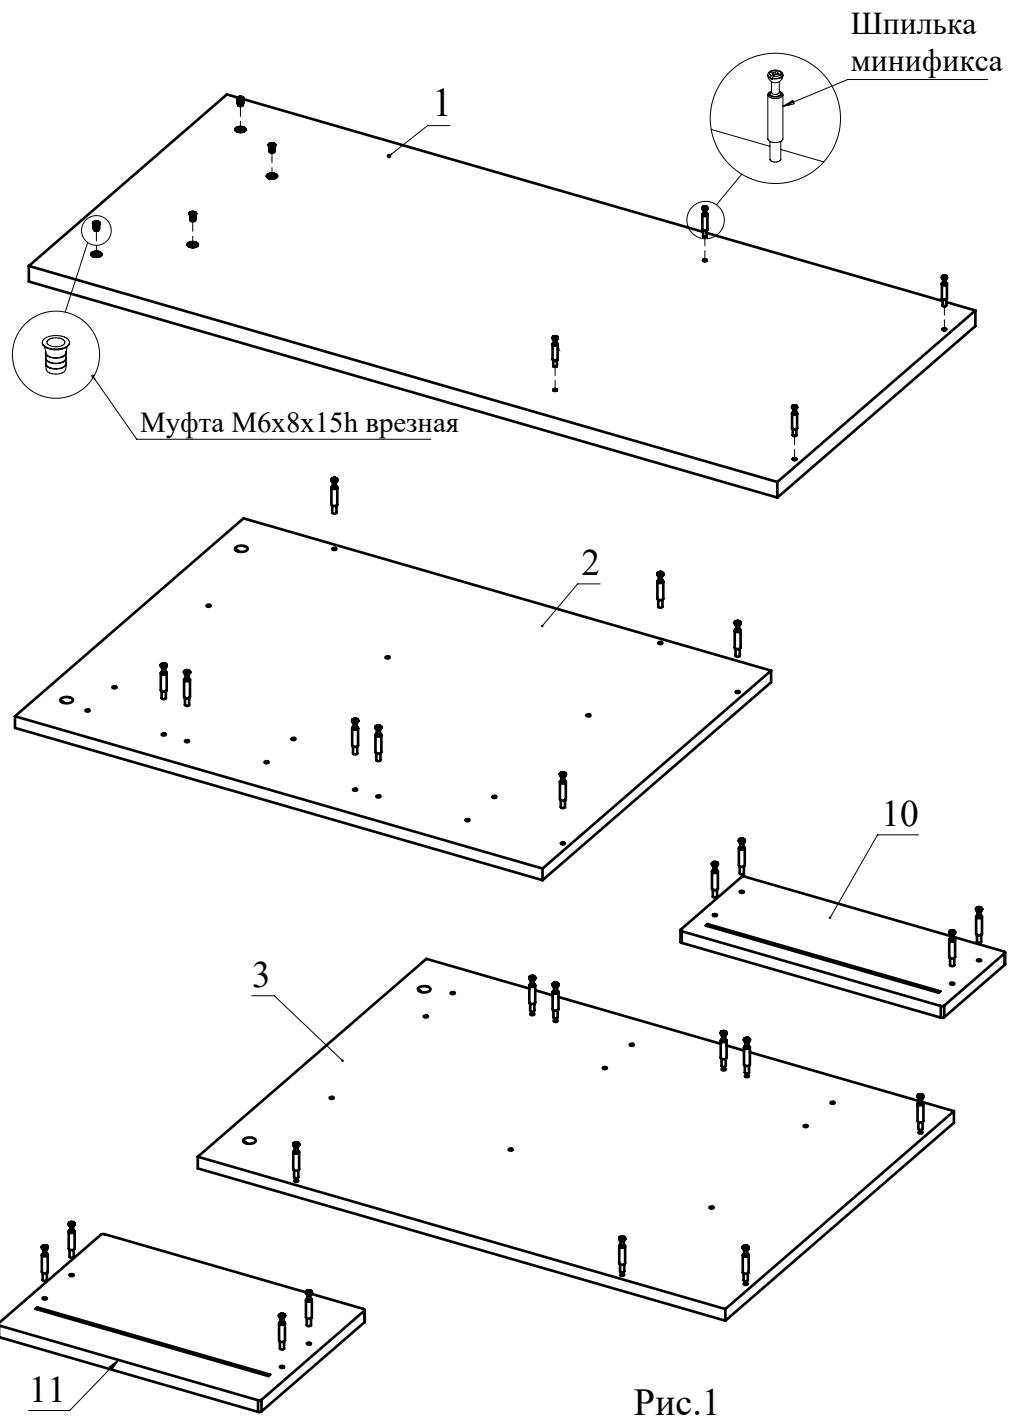

Рис.1
- Вкрутите шпильки минификсов в детали 1, 2, 3, 10, 11 (Рис. 1). В деталь 1 установите муфты врезные (Рис. 1)